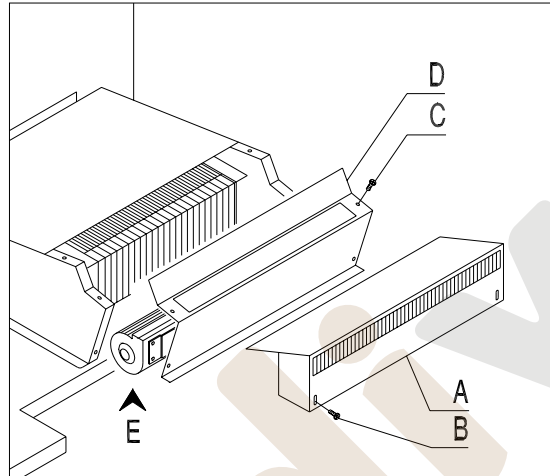

FIG. 15
- 4) Sacar el deflector ref. A FIG. 15 destornillando los tornillos de fijación ref. B FIG. 15.
- 5) Sacar la plancha moldeada de cierre del evaporador ref. C FIG. 15 destornillando los tornillos de fijación ref. D FIG. 15.